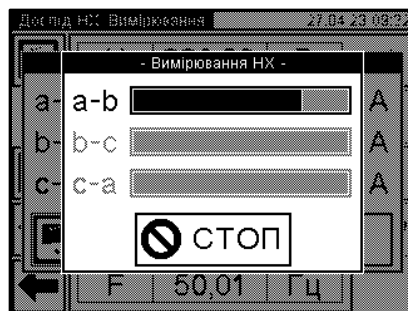

Рисунок 6.44
10) Після досягнення необхідного значення напруги натиснути кнопку  "Вимірюван." для запуску власне вимірювання. На екрані з'явиться вікно, яке демонструє динаміку процесу вимірювання (рисунок 6.44). При необхідності цей процес вимірювання може бути зупинений натисканням кнопки .